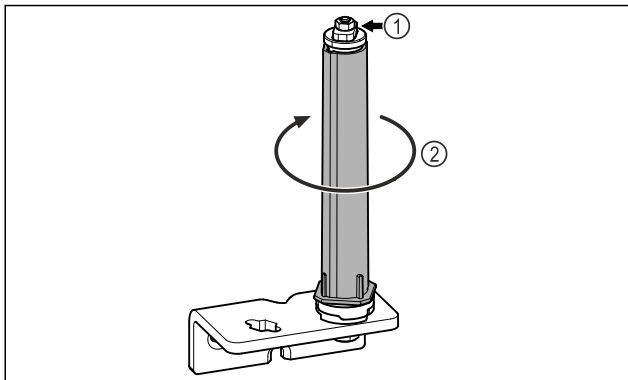

Fig. 16
- ▶ Не разбирайте систему закрытия двери Fig. 16 (1).
- ▶ Поворачивайте систему закрытия Fig. 16 (2) до щелчка.